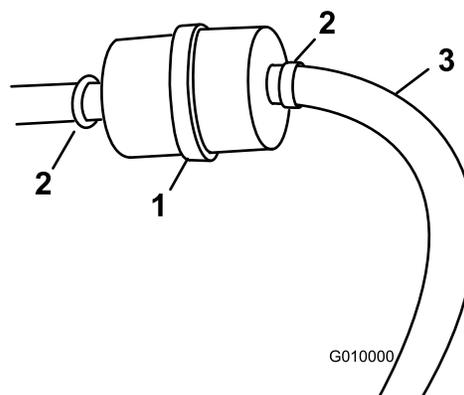

Figure 52
3. Desserrez les colliers de serrage et repoussez-les pour les éloigner du filtre (Figure 52).
5. Raccordez un nouveau filtre sur les flexibles et serrez les colliers (Figure 52).
3. Desserrez le collier de serrage au niveau du filtre à carburant et éloignez-le du filtre en le poussant le long de la conduite d'alimentation (Figure 52).
4. Débranchez les conduites d'alimentation du filtre à carburant (Figure 52).
**Remarque:** Laissez l'essence s'écouler dans un bidon ou un bac de vidange (Figure 52).
5. Raccordez la conduite d'alimentation au filtre. Rapprochez le collier de serrage du filtre pour fixer la conduite d'alimentation (Figure 52).